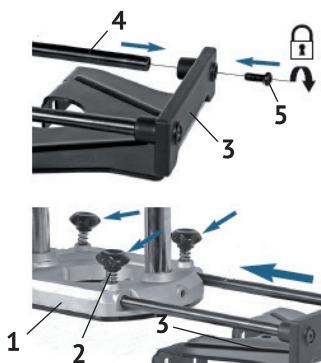

рис.6
Для осуществления ровного фрезерования параллельно края (кромки) обрабатываемой заготовки, на опорную плиту фрезера устанавливается параллельный упор (рис.6 поз.3).
- прикрутить упор (рис.6 поз.3) двумя винтами (рис.6 поз.5) к торцам направляющих осей (рис.6 поз.4);
- ослабив винты фиксации (рис.6 поз.2), вставить направляющие оси (рис.6 поз.4) в отверстия опорной плиты (рис.6 поз.1);
- выставив нужное расстояние от фрезы до упора, зафиксировать оси винтами (рис.6 поз.2).